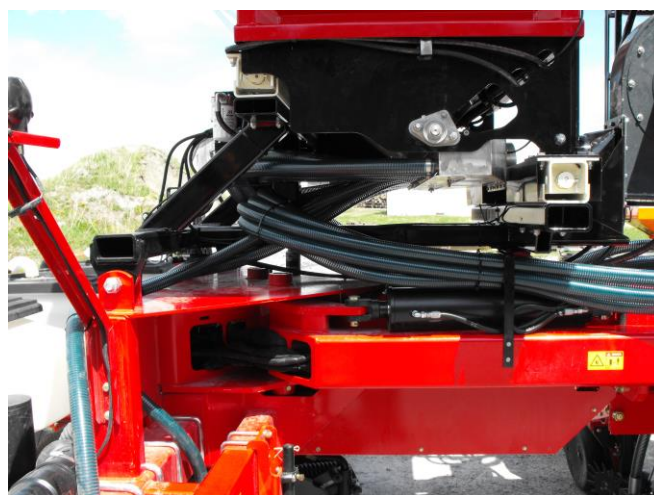

Figure 12M
9. Assurez-vous de bien fixer les boyaux afin qu'ils puissent bouger librement lors des différentes manœuvres de relevage et de repliage [Figure 12M].